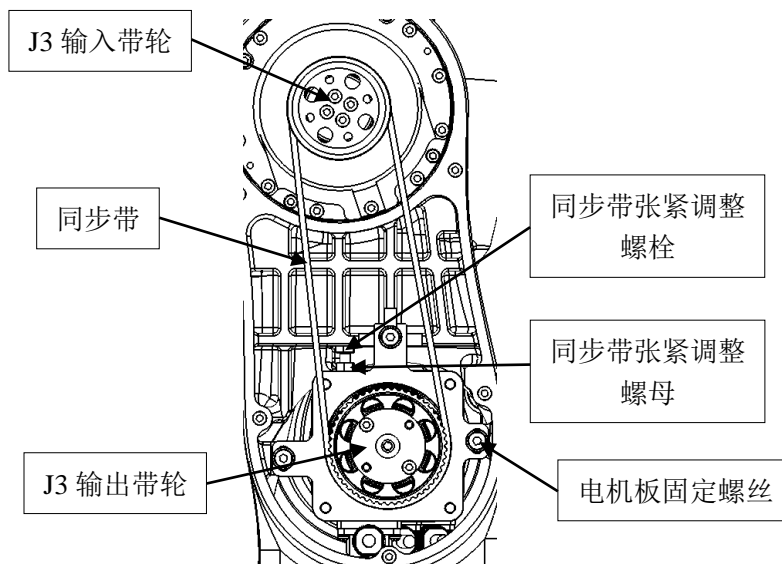

图 4.9 J3 关节同步带维护示意图
- (1) 执行上述“J3 关节同步带的点检”中的 (1) (2) 步骤。
- (2) 稍微拧松图 4.9 中的 2PCS 电机板固定螺丝。
- (3) 拧松用于固定同步带张紧调整螺栓的调整螺母，拧动同步带张紧调整螺栓，进行同步带张力的调节。
- (4) 当认为同步带张紧程度满足要求时，将 2PCS 电机板固定螺丝拧紧，拧紧力为 4NM。
- (5) 利用音波张力仪检测此时同步带频率是否达到表 4.4 中的频率要求，若达到，拧紧调整螺母，此次同步带调整结束，若没达到重复 (2) — (5) 步骤。